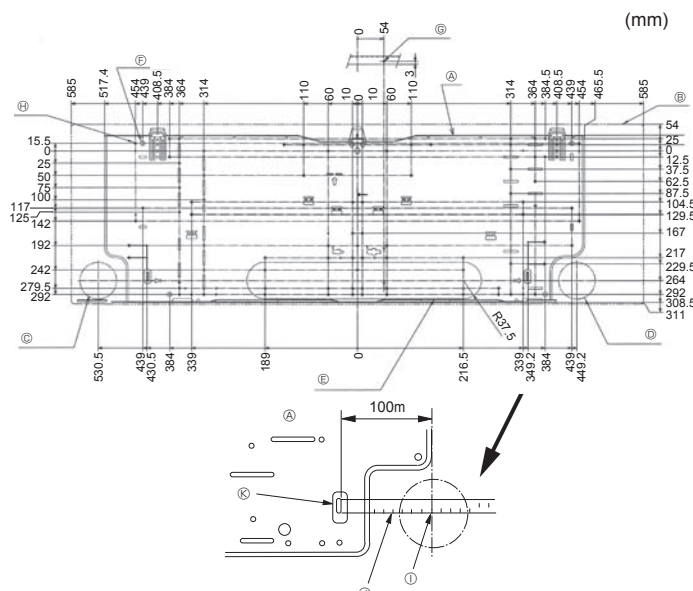

Fig. 3-2
①	Placa de montagem	1	Fixe na parte de trás da unidade
②	Parafuso roscado 4 × 25	7
③	Fita de feltro	2
④	Tubo de ligação em forma de L	1
⑤	Porca de carregamento	1
⑥	Controlo remoto sem fio	1
⑦	Suporte do controlo remoto	1
⑧	Baterias alcalinas (tamanho AAA)	2
⑨	Parafuso roscado 3,5 × 16	2	Utilize os materiais de embalagem
⑩	Separador	1
3.2. Instalação de uma placa de montagem na parede (Fig. 3-2)